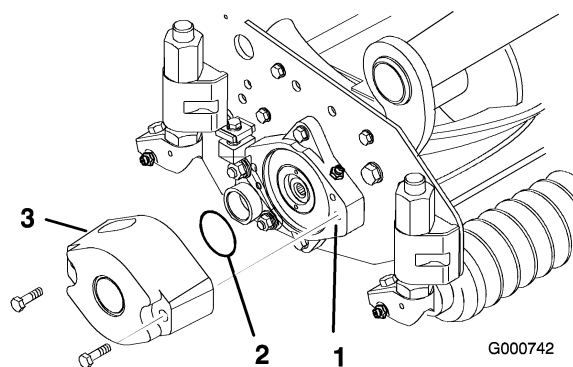
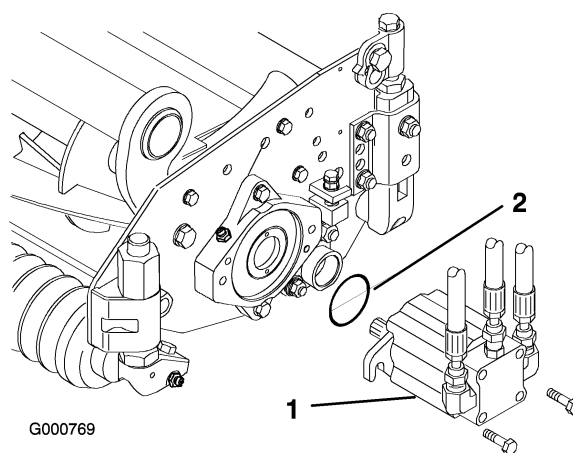

Figura 4
Figura 7
- Lubrifique e instale um anel de retenção grande na ranhura da caixa de rolamentos em cada uma das extremidades da unidade de corte (Figura 4 e Figura 7).
- Instale um contrapeso nas extremidades adequadas de cada unidade de corte com os parafusos fornecidos (Figura 4).
13. Monte o motor na extremidade de accionamento da unidade de corte e fixe-o com os dois parafusos fornecidos (Figura 7).